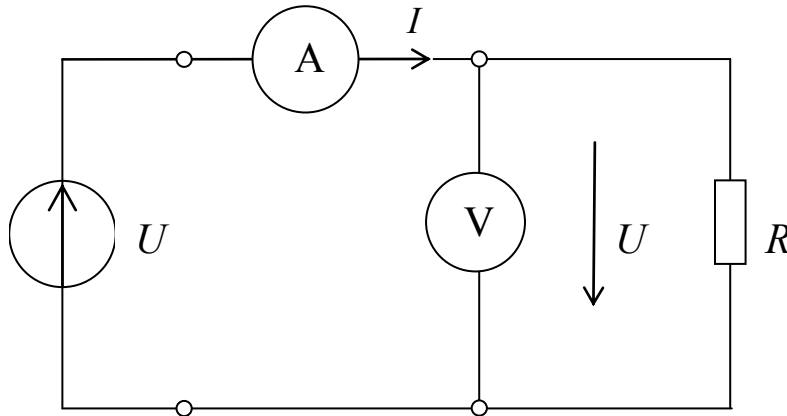

Рис. 1.3
2. Соберите цепь по схеме (рис. 1.3), используя источник постоянного напряжения из блока генераторов и сопротивление R_1 , соответствующее вашему варианту, а также мультиметры в режимах измерения тока и напряжения.
5. Чем определяется погрешность измерения тока через резистор в схеме, приведенной на рис. 1.3?
6. Почему будут отличаться показания вольтметра и напряжение, выставленное на источнике питания, в схеме, приведенной на рис. 1.3?